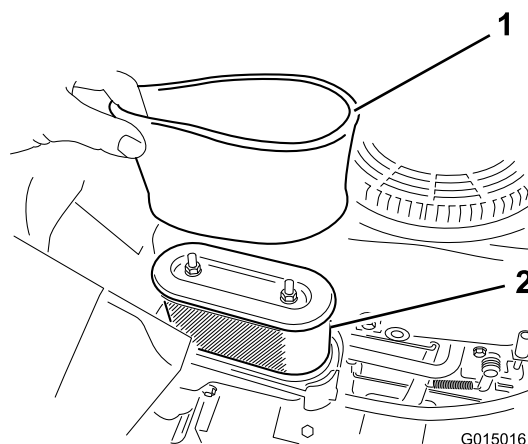

Figura 23
6. Retire cuidadosamente los elementos de gomaespuma y papel de la carcasa del limpiador de aire (Figura 23).
5. Alinee las pestañas de la tapa del limpiador de aire con las ranuras de la carcasa del soplador (Figura 23).